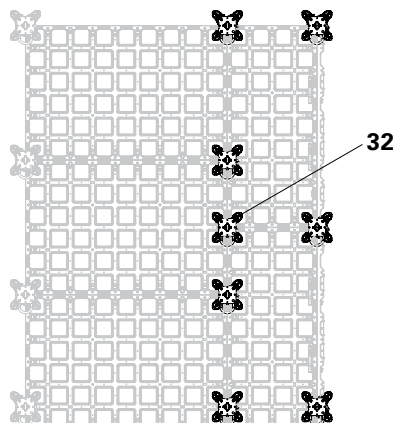

Fig. D3.05a
In alternativa alla disposizione dei puntelli illustrata nella Fig. D3.05a, è possibile omettere il puntello supplementare (32) se: